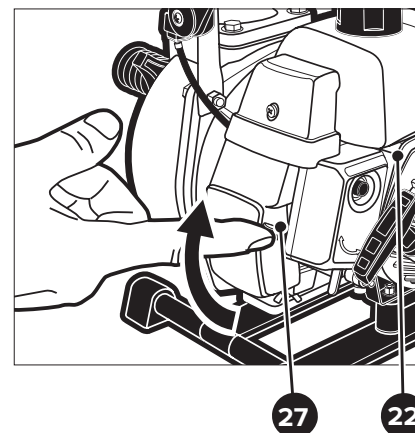

Рисунок 9 — Установка воздушной заслонки в положение «Пуск холодного двигателя»
- Перед запуском холодного двигателя мотопомпы или при низкой температуре окружающего воздуха, полностью закройте воздушную заслонку карбюратора, установив рычаг 27 (см. рис. 9) в положение «Пуск холодного двигателя» (CLOSE).